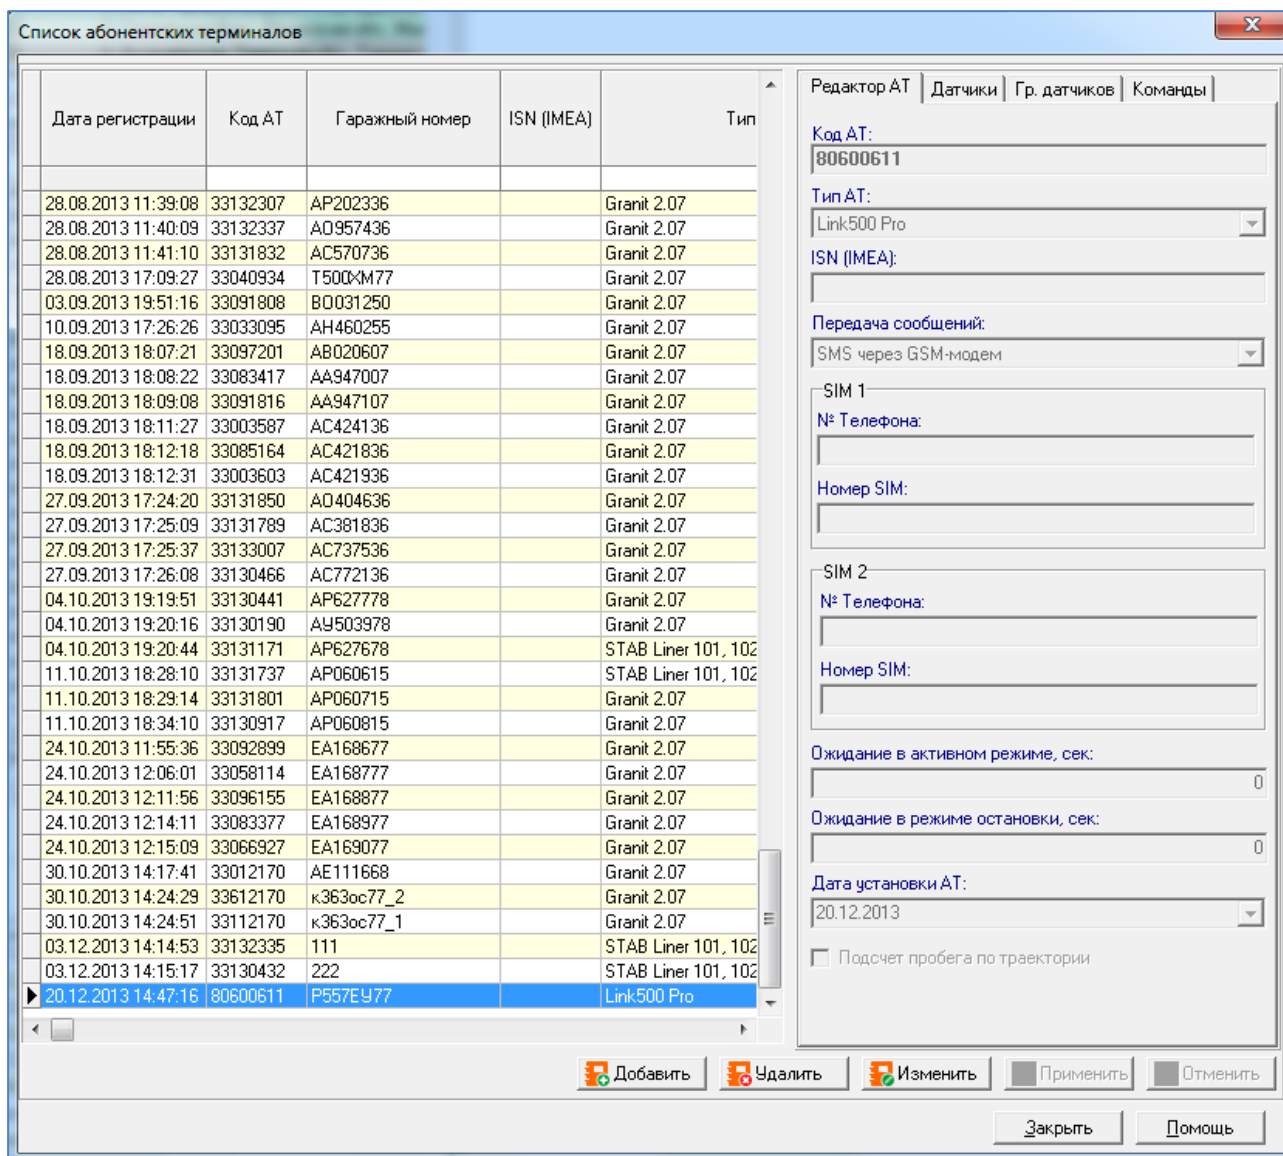

Рисунок 20 – Форма «Список абонентских терминалов»
1 вызвать пункт меню «Справочники» ⇒ «Абонентские терминалы». Программа предоставит форму редактора справочника «Список абонентских терминалов» (см. Рисунок 20).
- 1) основных данных АТ на вкладке «Редактор АТ» (см. Рисунок 20);